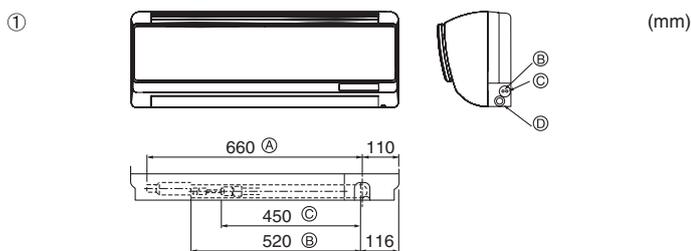

Fig. 4-2
① Posición de los tubos del refrigerante y de drenaje (Fig. 4-2)
- (A) Longitud total de la manguera flexible
- (B) Tubería de líquido
- (C) Tubería de gas
- (D) Manguera de drenaje